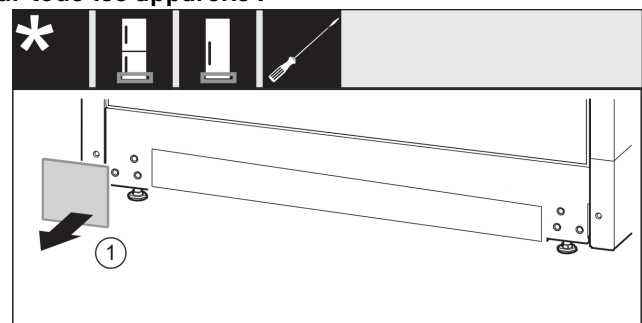

Fig. 38
- Retirer le cache Fig. 38 (1).